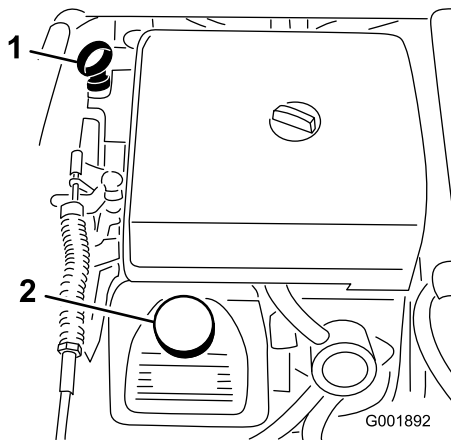

Figura 20
2. Retire la varilla y límpiela con un paño limpio (Figura 20). Introduzca la varilla en el tubo asegurándose de que entre a fondo. Retire la varilla y compruebe el nivel de aceite.
3. Si el nivel de aceite es bajo, retire el tapón de llenado de la cubierta de la válvula (Figura 20) y añada aceite por el orificio hasta que el nivel llegue a la marca Lleno de la varilla; el tipo y la viscosidad correctos figuran en la sección Mantenimiento del aceite del motor, Mantenimiento del motor, página 42. Añada el aceite lentamente y compruebe el nivel a menudo durante este proceso. No llene demasiado.